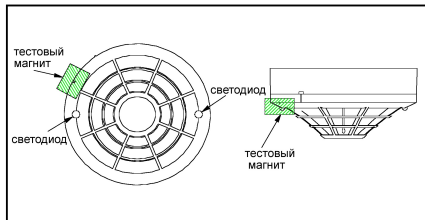

Рис. 2. Положение тестового магнита
1. Произведите позиционирование магнита (в комплект поставки не входит) на корпусе извещателя на расстоянии примерно 2 см от светодиода (рис. 2). В этом месте на верхней стороне крышки извещателя имеется 2-х миллиметровая риска.